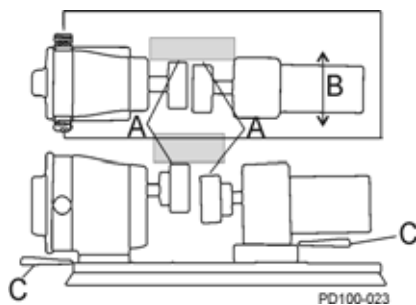

Figure 24 – Vérification de l'alignement parallèle
2. Déterminez le sens et la liberté de mouvement nécessaire (Figure 24, élément B) en appliquant une jauge d'épaisseur au point « A » de la Figure 24.